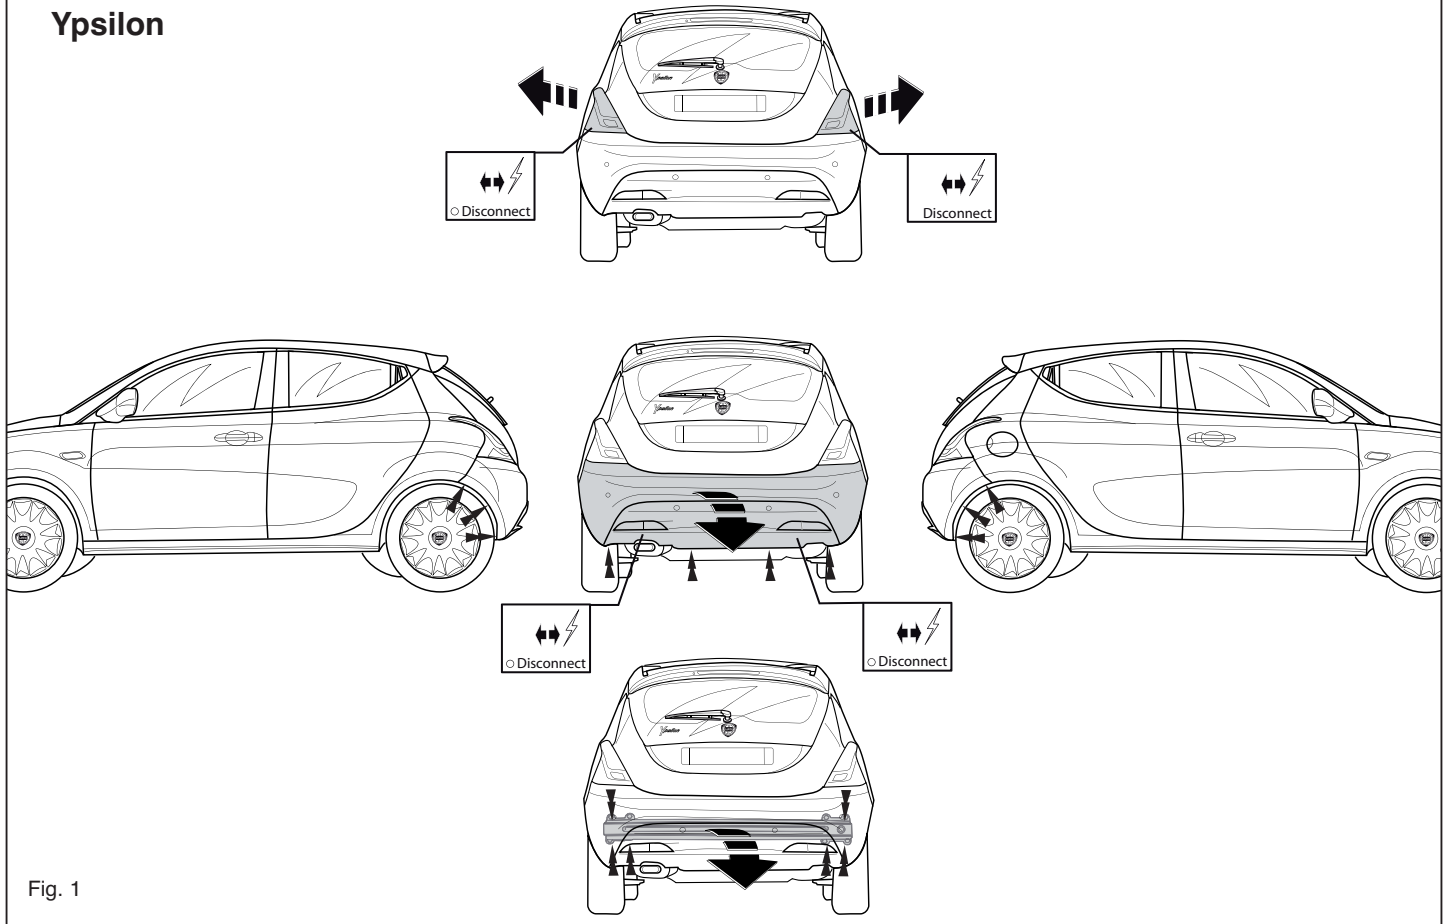

Fig. 1
2. Снять бампер вместе со стальным буферным брусом автомобиля; буферный брус больше не понадобится. См. рисунок 1 или 1а.